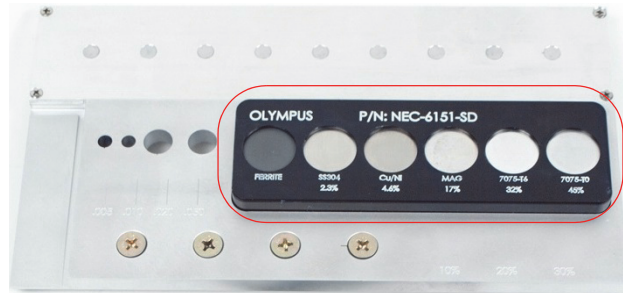
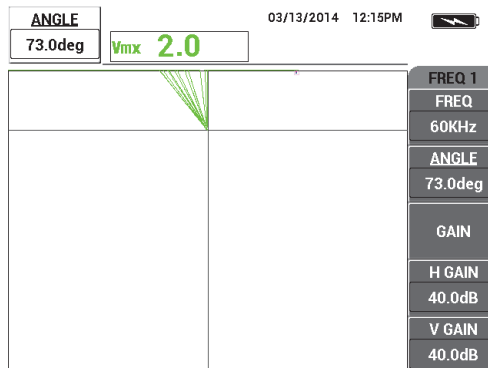

Abbildung 5-73 Eingesetzter Bereich des Justierkörpers zur Theorie der Impedanzebe
Abbildung 5-74 Einstellen des Signalwinkels auf 90°
9. Berühren Sie die Ferritjustierkörper leicht mit der Sonde und tippen Sie sie weiter auf die Probe (siehe Abbildung 5-73 auf Seite 195). Beim Tippen der Sonde auf die Probe, drücken Sie die Direktfunktionstaste ANGLE () und passen Sie den Ferritsignalwinkel an, bis er nach oben ausgerichtet ist (90°) [siehe Abbildung 5-74 auf Seite 195].